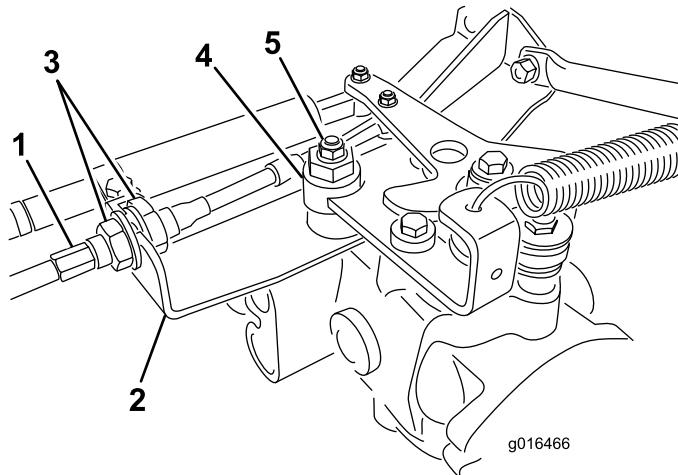

Рисунок 42
A. Ослабьте затяжные гайки, которые крепят тросик управления тягой к кронштейну на гидростате (Рисунок 42). Ослабьте зажимные гайки одинаково и в степени, достаточной для регулировки.
- B. Ослабьте гайку крепления эксцентрика к верхней части гидростата (Рисунок 42).
- D. Поворачивайте эксцентрик до тех пор, пока не прекратится медленное вращение колеса в любом направлении. Когда колесо перестанет вращаться, затяните гайку, которая фиксирует эксцентрик и регулировку (Рисунок 42). Проверьте регулировку в положениях дроссельной заслонки Slow («Медленно») и Fast («Быстро»).
- E. С каждой стороны перегородки **равномерно** затяните контргайки, крепящие тяговый тросик к перегородке (Рисунок 42). Не перекручивайте тросик.